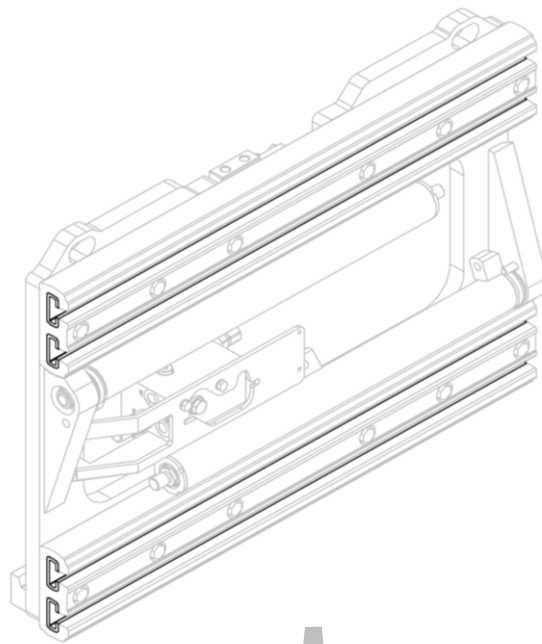
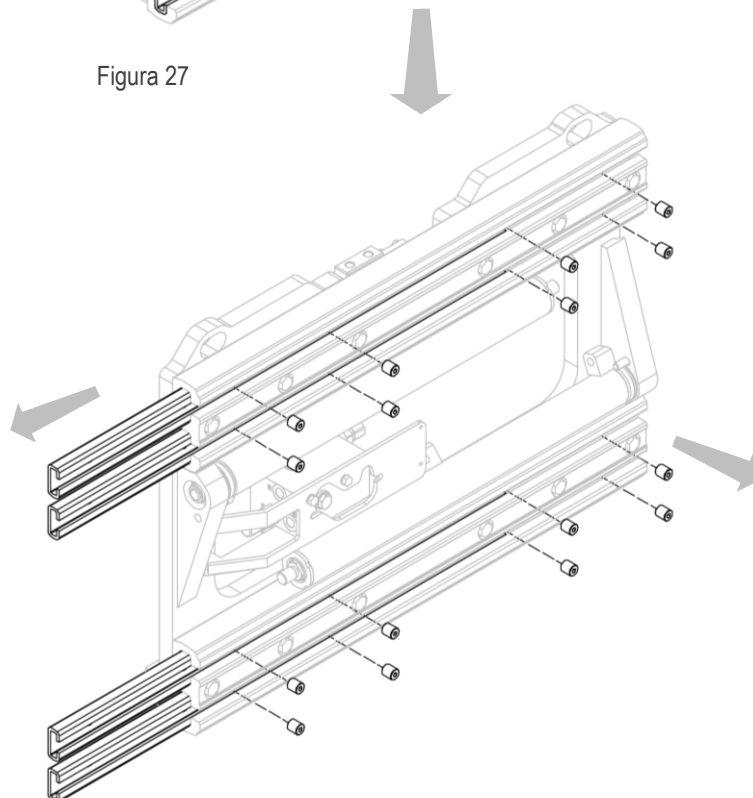

Figura 27
Figura 28
3. Remover las deslizaderas de nailon despues de desenroscar los tornillos (mira *Figura 27* y *Figura 28*).